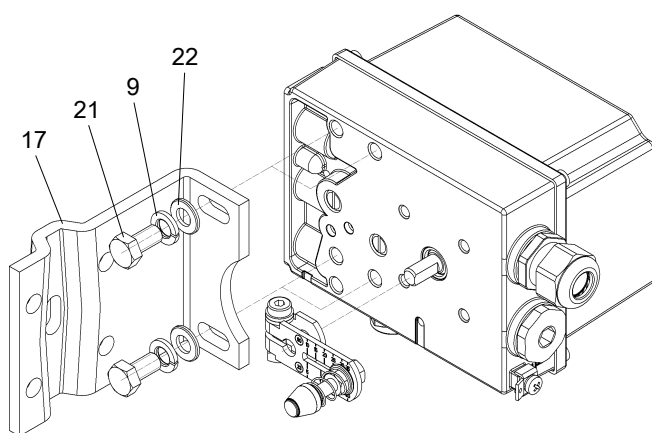

Abb. 12: Montage mit Anbauwinkel
6. Abb. 12: Stellungsregler mit Befestigungswinkel so an Antrieb halten, dass der Stift (1) innerhalb des Abgriffbügels (18) geführt wird.
7. Abgriffbügel (18) festschrauben.
- Antrieb mit Rippe: Sechskantschraube (23), Scheibe (22) und Federring (9).
- Antrieb mit ebener Fläche: Vier Sechskantschrauben (23) mit Scheibe (22) und Federring (9).
- Antrieb mit Säulen: Zwei U-Bolzen (20), vier Sechskantmuttern (24) mit Scheibe (22) und Federring (9).